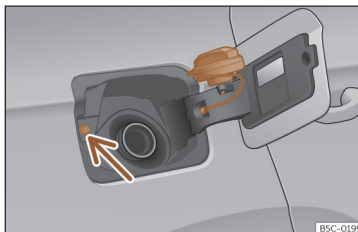

Fig. 213 Clapeta rezervorului de carburant cu bușonul atașat.
Evitați să atingeți butonul de blocare a clapetei rezervorului de carburant » » » **fig. 213** (săgeată). Sistemul va considera că ați terminat și nu veți putea continua realimentarea. Apăsați butonul  de pe ușa șoferului din nou pentru a continua.
- Așezați bușonul în spațiul din balamaua clapetei deschise » » » **fig. 213**.